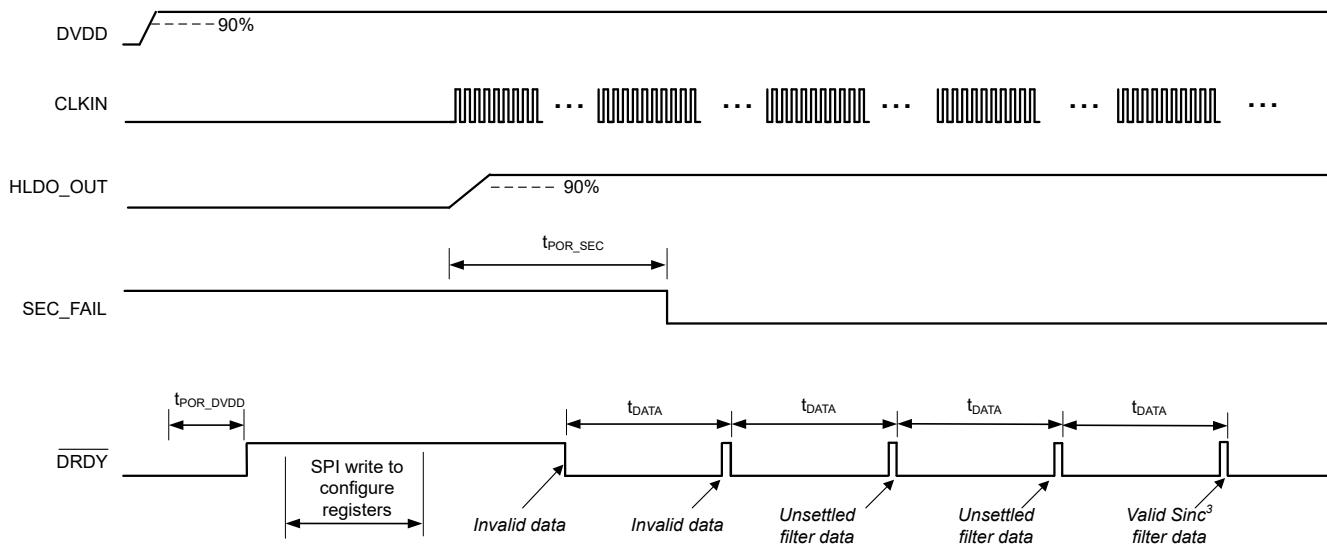
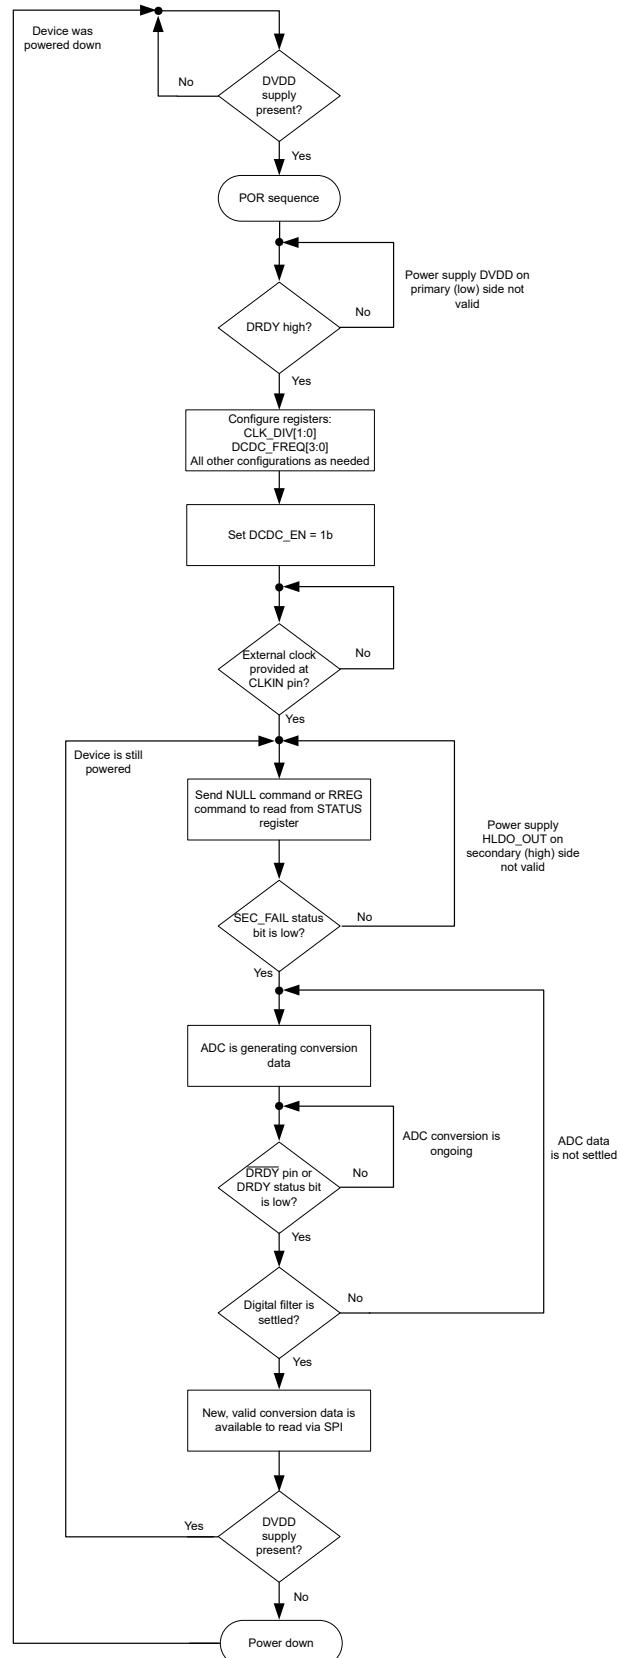

图 8-16. 上电启动行为和稳定时间，OSR = 1024
图 8-17. 上电启动过程的流程图
本节介绍了 AMC131M02 上电的推荐步骤。图 8-16 所示为使用此建议序列时器件行为的时序图。图 8-17 以图形方式提供了建议序列的流程图。
- DRDY 从高电平转换到低电平表示新的转换数据可用。如图 8-16 所示，只有 SEC_FAIL 在转换期间读取为 0b 时，ADC 数据才有效。图 8-16 中显示的前两个转换结果表示无效数据。
- 当 ADC 生成有效数据时，数字滤波器必须稳定，如 SINC³ 和 SINC³ + SINC¹ 滤波器部分所述。图 8-16 中展示的两个后续转换结果是未稳定的结果（假设 OSR 等于 1024），而显示的最后一个转换结果提供了有效的稳定数据。
在图 8-16 中，t_{POR_SEC} 是从启用直流/直流转换器到 SEC_FAIL 位的第一个下降沿的时间，其中后者表示 HLDO_OUT 引脚上的次级电源已稳定。t_{POR_DVDD} 是从 DVDD 电源 90% 到 DRDY 第一个上升沿的时间。